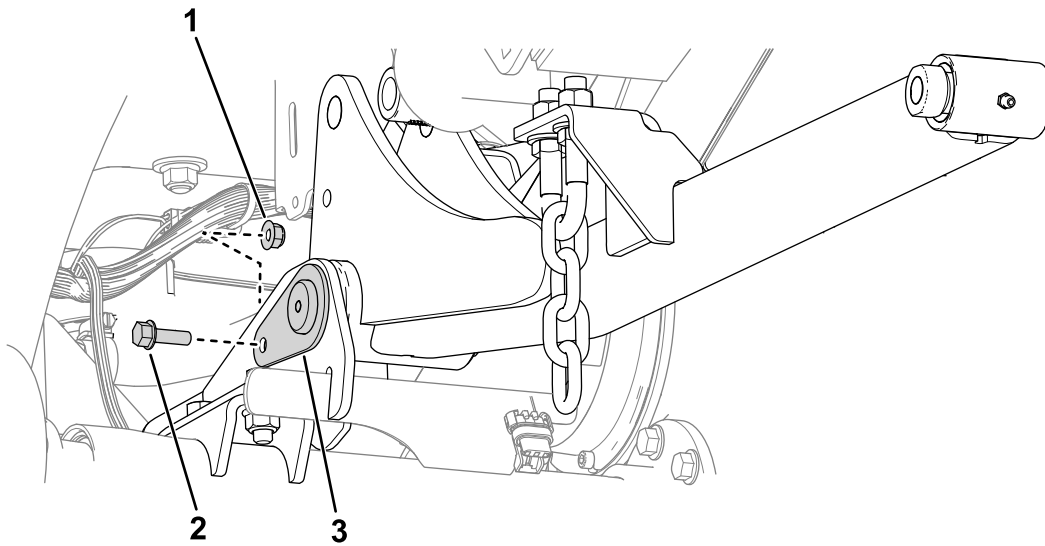

Figura 6
4. Utilice 2 tuercas (5/16") y 2 pernos (5/16" × 1") para sujetar los pasadores grandes al bastidor (Figura 6).